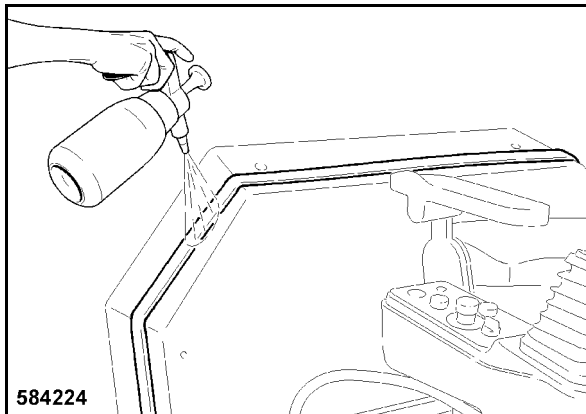

Fig. 198
- Rociar la cinta de obturación con agua jabonosa (Fig. 198) para facilitar el deslizamiento de la cabina sobre el puesto del conductor durante el montaje.